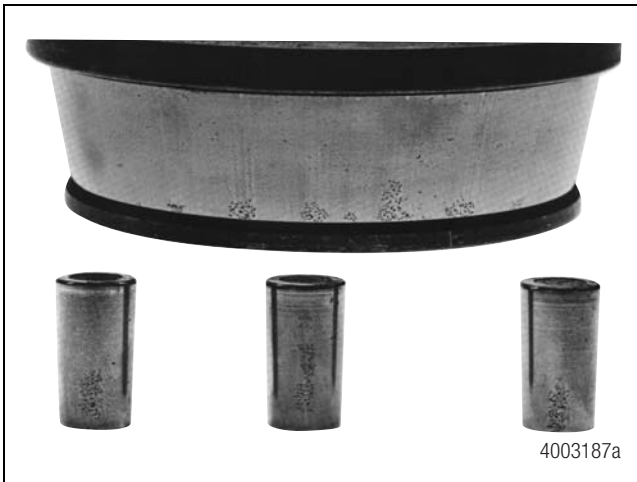

Figura 4.17
H. Las pistas de rodadura o los rodillos están corroídos. Figura 4.17.